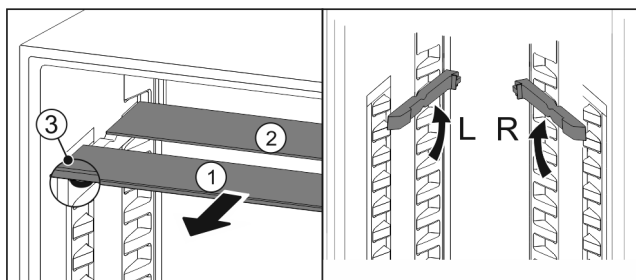

Fig. 102
- ▶ Extrageți Fig. 102 (1) pe rând plăcile de sticlă spre înainte.
- ▷ Placa de sticlă Fig. 102 (1) cu șipca decorativă se află în față.
- ▷ Opritoare Fig. 102 (3) indică în jos.